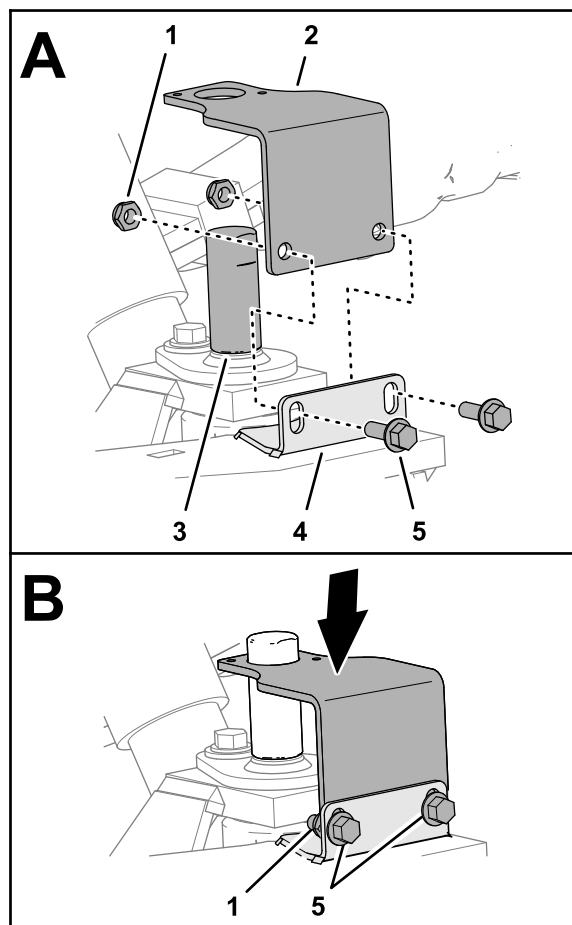

Figura 7
3. Alinee el soporte del sensor sobre la herramienta de alineación y las ranuras de la pestaña de la mangueta (Figura 7).
4. Monte provisionalmente el soporte en la pestaña (Figura 7) con 2 tornillos con arandela prensada (¼" × ¾") y 2 contratuercas (¼").
5. Coloque el soporte en la parte inferior de las ranuras de la pestaña de la mangueta, y apriete los tornillos con arandela prensada y las contratuercas (Figura 7).